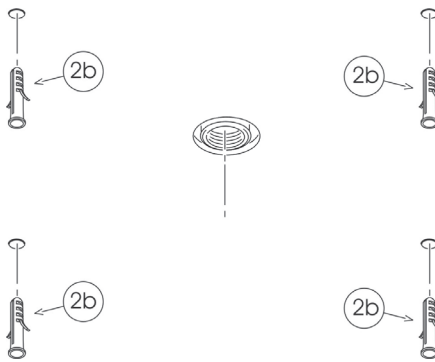
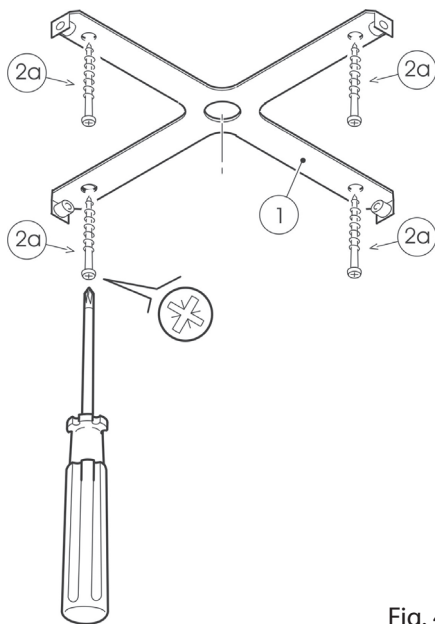

Fig. 3
Fig. 4
3) Mediante le viti 2a (fig. 3) , fissare il supporto a soffitto (fig.4).
3) Using screws 2a (fig. 3) , fix the support to the ceiling (fig.4).
- 3) Mit Hilfe der Schrauben 2a (Abb. 3) die Halterung an der Decke befestigen (Abb. 4).
- 3) A l'aide des vis (2a) (fig. 3), fixer le support au plafond (fig. 4).